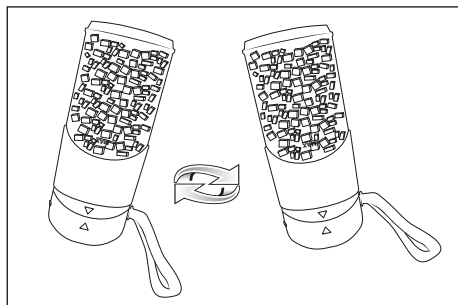

Fig. 1
- 4) Vire o aparelho ao contrário, de forma que a tampa ❶ fique voltada para baixo. Para distribuir melhor os ingredientes, pode mover o aparelho durante a trituração dos alimentos. Agarre o aparelho com a mão e faça movimentos para um lado e para o outro (ver fig. 1). Certifique-se de que a tampa ❶ não se solta do copo misturador ❸.